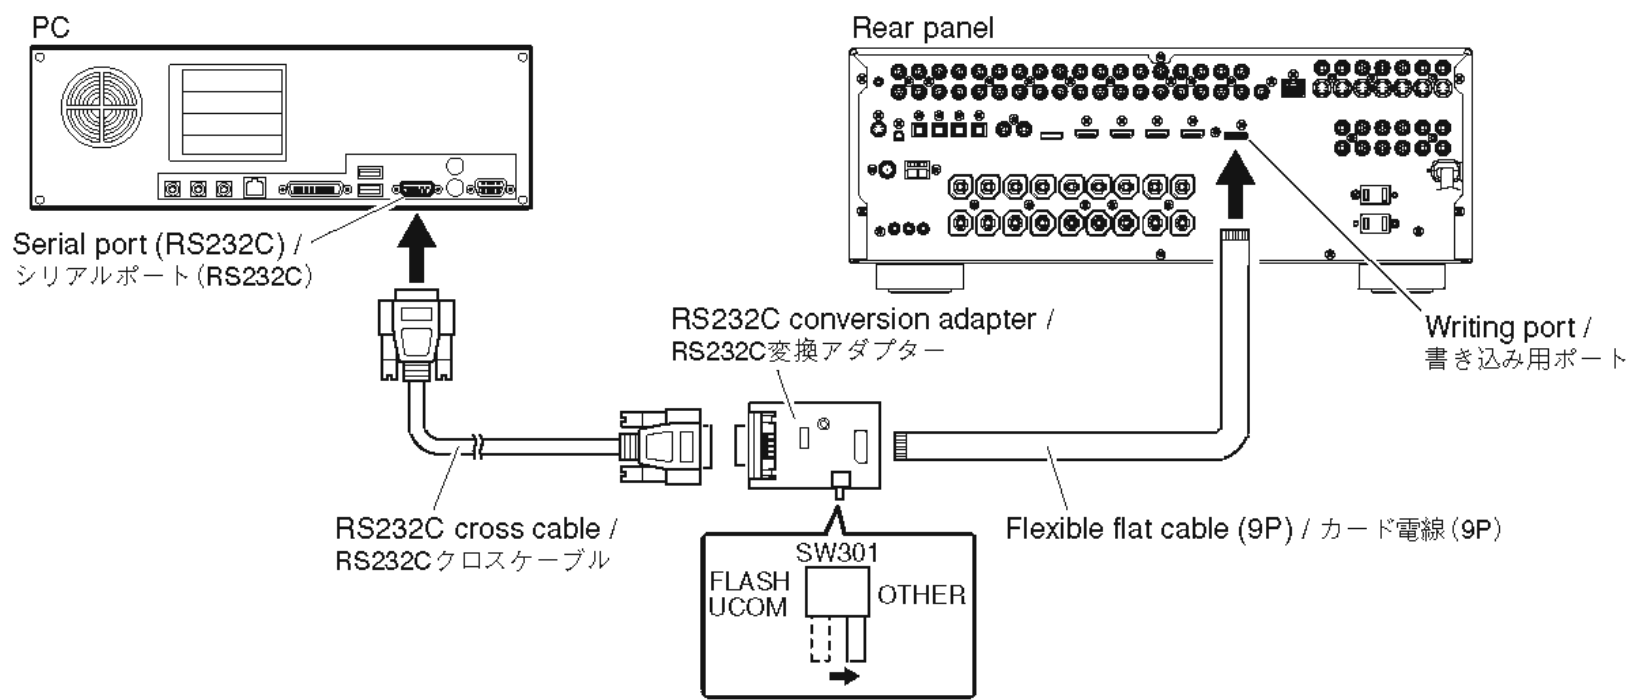

Fig. 1
2. Set the switch (SW301) of RS232C conversion adapter to the "OTHER" side. (Fig. 1)
3. Connect the writing port of this unit to the serial port (RS232C) of the PC with RS232C cross cable, RS232C conversion adapter and flexible flat cable as shown below. (Fig. 1)
2. RS232C変換アダプターのスイッチ(SW301)を“OTHER”側に設定します。(Fig. 1)
3. 本機への書き込み用ポートとPCのシリアルポート(RS232C)を下記のように接続します。(Fig. 1)